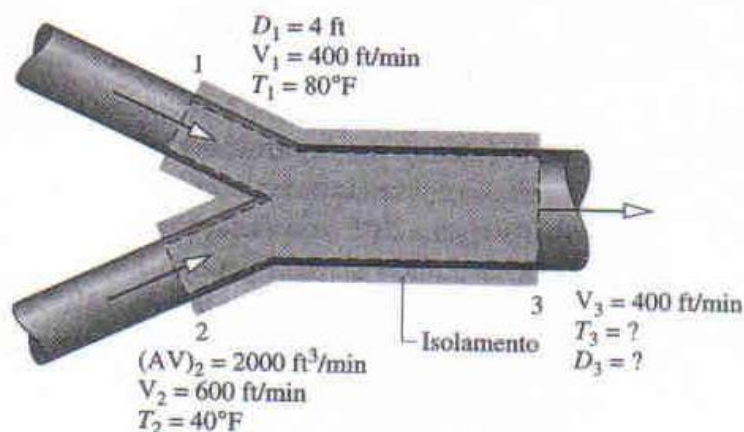

Figura P5.53
- 5.53 A Fig. P5.53 mostra os dados para uma região do duto de um sistema de ventilação operando em estado estacionário. Ar escoa através dos dutos com transferência de calor desprezível para a vizinhança e a pressão é bem próxima de 1 atm. Determine a temperatura do ar na saída, em °F, e o diâmetro de saída, em ft.